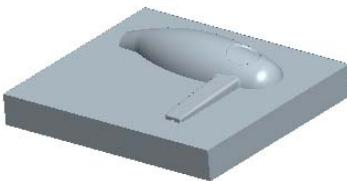

图 8.42 着色后的下半部分体积块
Step5. 此时，系统弹出“属性”对话框，同时模型的下半部分变亮，在该对话框中单击**着色**按钮，着色后的模型如图8.42所示；然后在对话框中输入名称lower_vol，单击**确定**按钮。